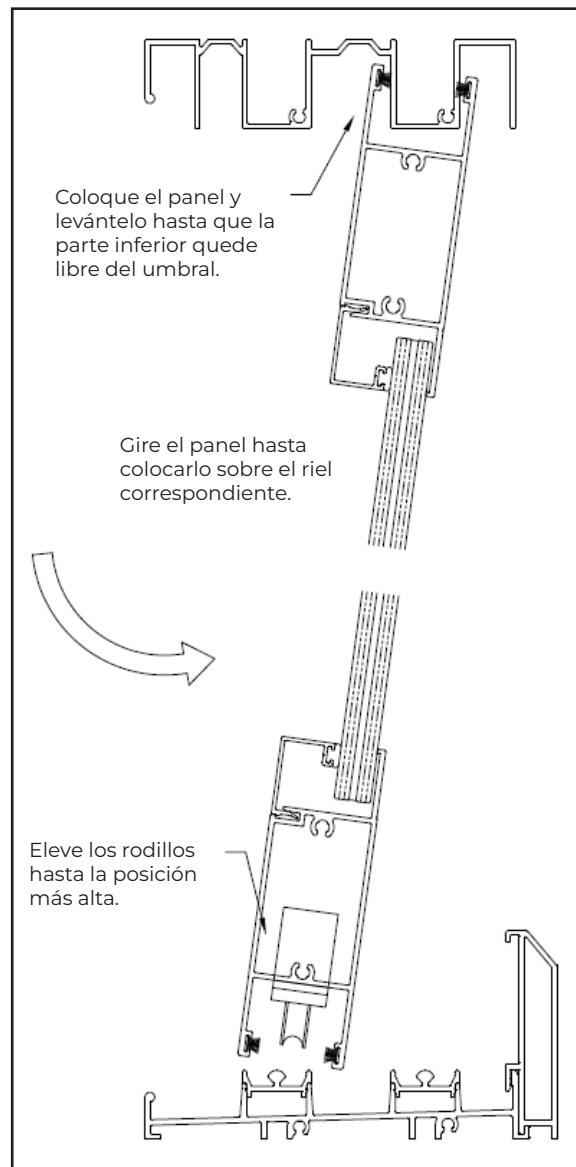

FIGURA 5
- Coloque el panel de modo que la parte superior del panel se deslice sobre el canal del riel. Gire la parte inferior del panel hacia adentro hasta que quede alineada sobre el umbral y coloque el panel sobre el riel de rodillos. Consulte la **figura 5**.